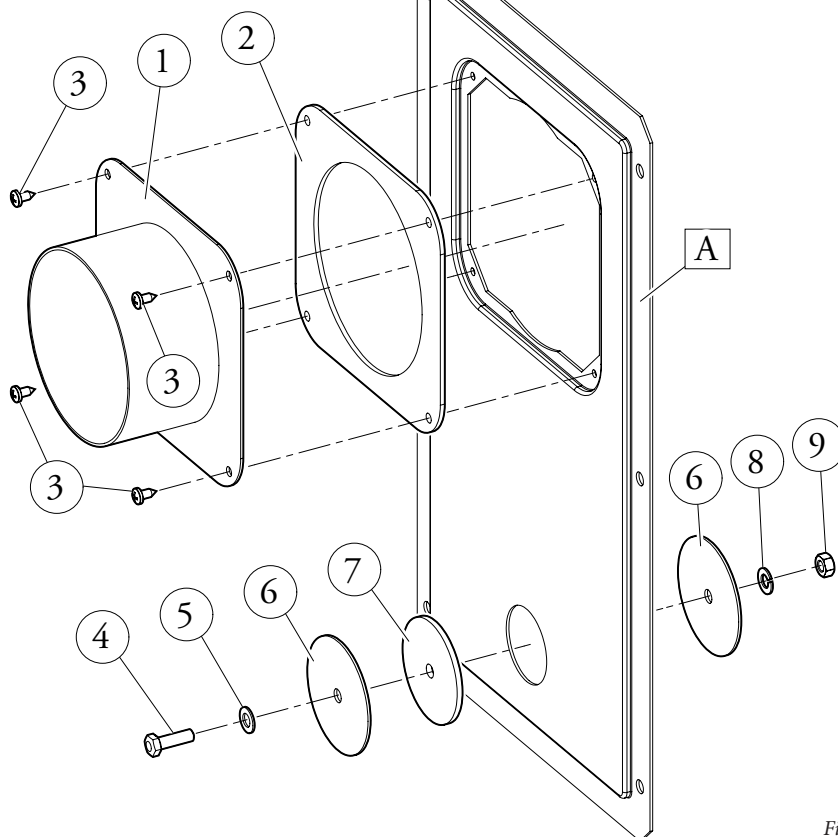

Fig. 1
- Monter les composants du kit "C9" sur la porte (A) du système de tubage (Fig. 1).